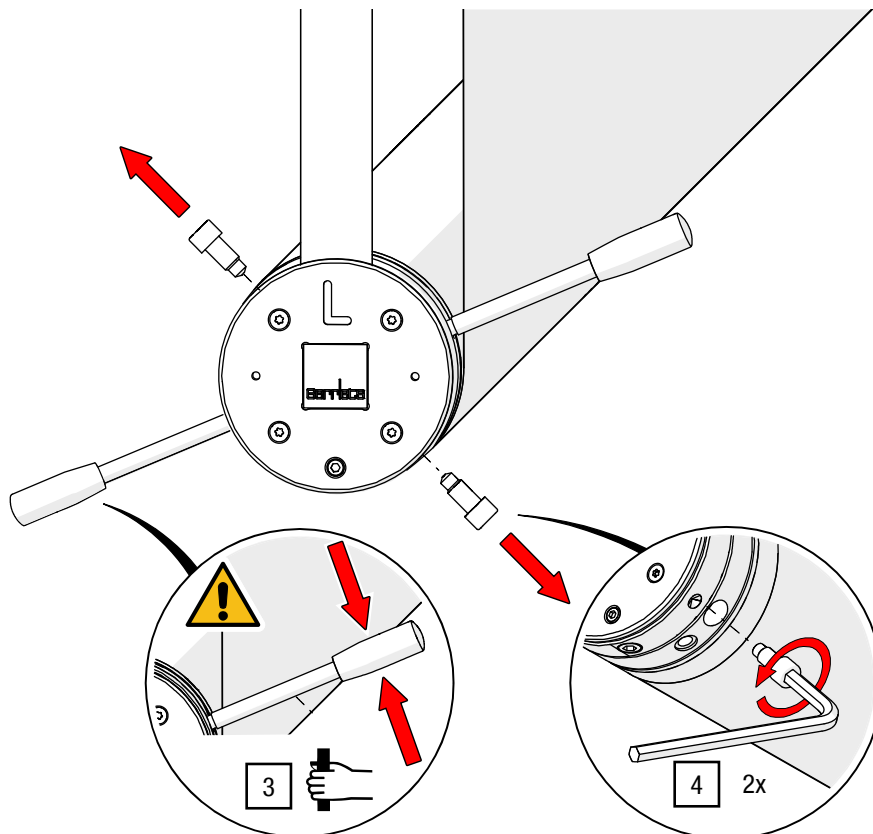

Abb. 31: Spannhelmschraubendreher halten und Spannschrauben lösen
3. Nehmen Sie den Griff von mindestens einem Spannhebel fest in die Hand und halten Sie diesen fest (siehe Abb. 31).
- Lösen Sie mit einer zweiten Person die Arretierschrauben am Spannungring mit einem Innensechskant SW 10 (siehe Abb. 31).